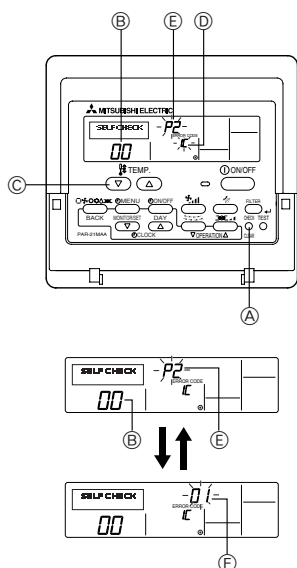

Fig. 7-3
7.3.1. För ledningsdragen fjärrkontroll (Fig. 7-3)
- ① Slå på strömmen.
- ② Tryck på knappen **[CHECK]** (Test) två gånger.
- ③ Ställ in kylmedelsadressen med knappen **[TEMP]** om systemstyrning används.
- ④ Tryck på knappen **[ON/OFF]** (På/Av) för att stoppa självtesten.